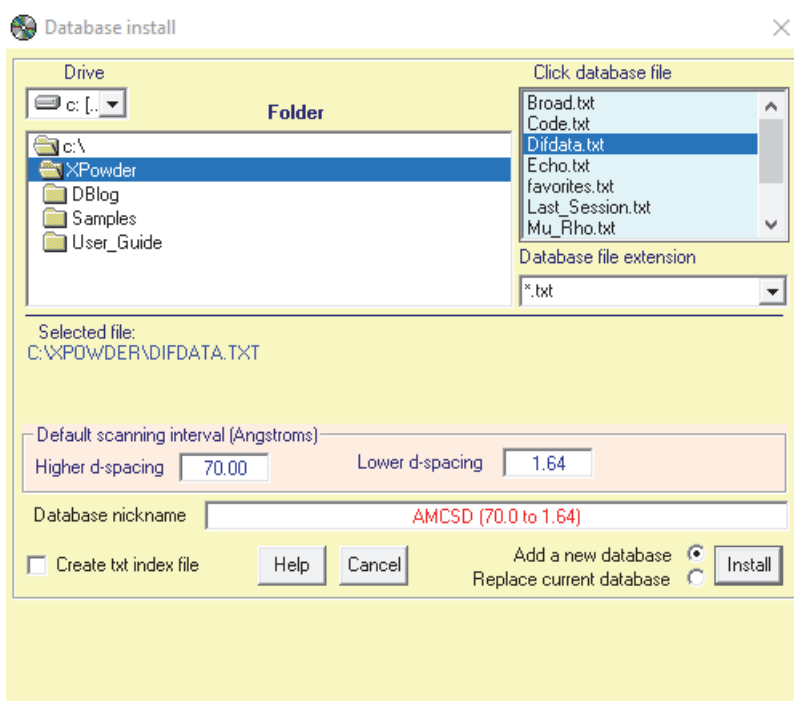

Figura C-2 Schermata Database install
2. Nell'elenco **Drive** (Unità), cliccare sulla freccia verso il basso per localizzare il supporto di memoria USB (vedi Figura C-2 a pagina 93).